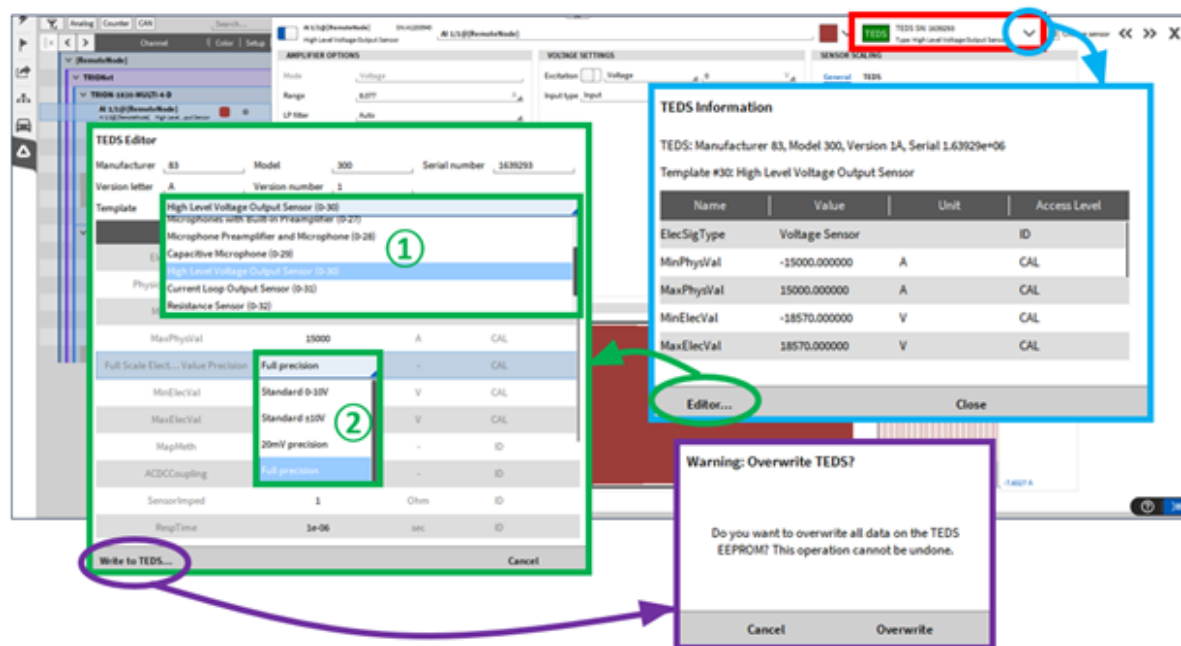

Fig. 7.221: TEDS 通道设置和编辑界面
选中 TEDS 系列号，通过点击红框内的按钮 Fig. 7.221，所有的 TEDS 信息和设置将会显示出来 (见 Fig. 7.221 内的蓝色方框区域)。通过点击“编辑”按钮 (见图 Fig. 7.221 内的绿色方框区域)，将会打开 TEDS 的编辑界面，通过便捷可以修改 TEDS 芯片内存储的信息。此修改可以在众多模板中选择 (见 ① 图. Fig. 7.221) 或者自定义修改存储信息 (见 ② Fig. 7.221)。当所有的修改都完成之后，点击“写入 TEDS”按钮 (见紫色圆圈图 Fig. 7.221) 即可完成。此后将弹出一个窗口，要求确认数据是否应该写入 TEDS 芯片。